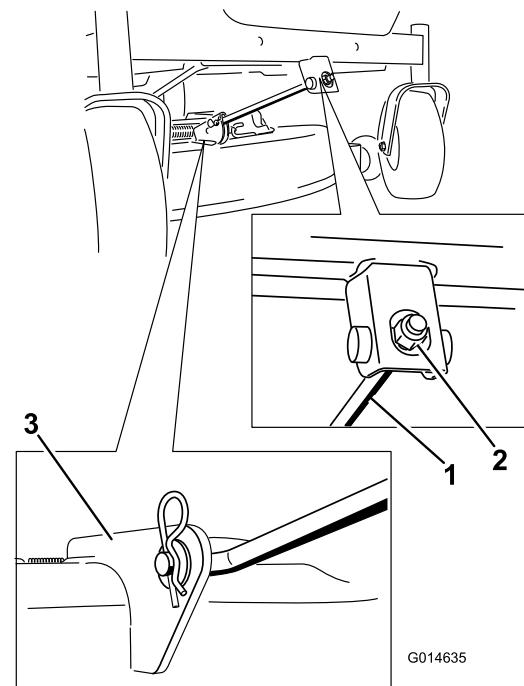

Figura 59
4. Retire el pasador de horquilla de la varilla de soporte delantera y retire la varilla del soporte de la carcasa (Figura 59). Baje cuidadosamente la parte delantera de la carcasa de corte al suelo.
- Conecte la varilla de soporte delantera a la carcasa de corte con el pasador y la chaveta (Figura 59).